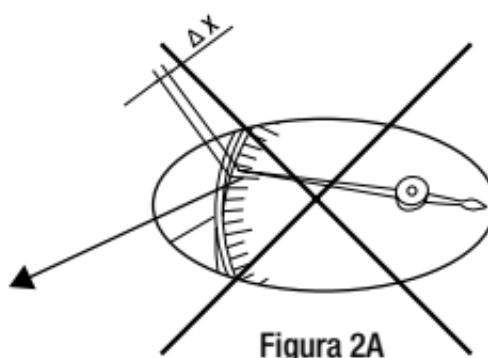
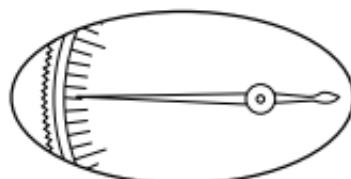

Figura 2A
Figura 2B
Erro de paralaxe: cuidado ao medir para evitar o erro de paralaxe (Δx). Este erro ocorre quando o ponto de observação não for perpendicular ao mostrador (Figura 2A). Faça a leitura perpendicularmente ao mostrador do relógio (3) (Figura 2B).